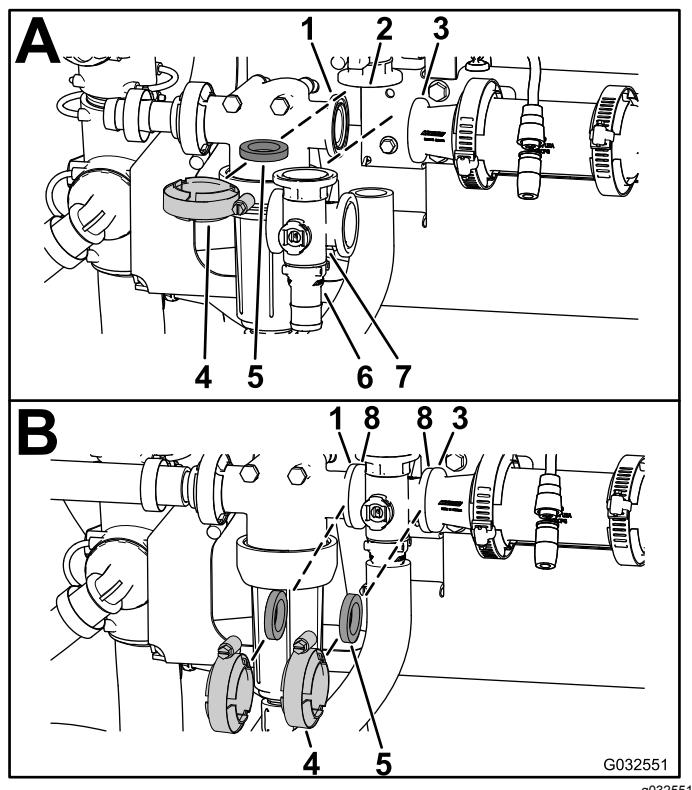

Figura 111
- Alinee la brida de la válvula de desvío de agitación, una junta y la brida del conector de extremo del distribuidor de la válvula agitación (A de Figura 111).
2. Monte la válvula de desvío de agitación, la junta y el distribuidor de la válvula de agitación con una abrazadera apretada a mano (A de Figura 111).
3. Asegure la conexión rápida al acoplamiento de desvío insertando una horquilla de retención en el acoplamiento de desvío (A de Figura 111).
4. Alinee una junta entre las bridas de la cabeza del filtro de presión y el distribuidor de la válvula de agitación (B de Figura 111).
5. Monte la cabeza del filtro de presión, la junta y el distribuidor de la válvula de agitación con una abrazadera apretada a mano (B de Figura 111).
6. Alinee una junta entre las bridas del distribuidor de la válvula de agitación y el racor reductor (B de Figura 111).
7. Monte el distribuidor de la válvula de agitación, la junta y el racor reductor con una abrazadera apretada a mano (B de Figura 111).